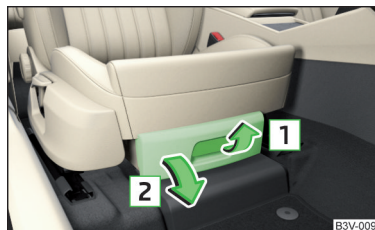

Fig. 118 Deschiderea compartimentului de depozitare
- Pentru **deschidere**, trageți mânerul în sensul săgeții și deschideți compartimentul în sensul săgeții » fig. 118.